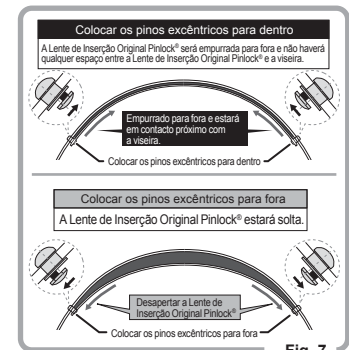

Fig. 7
2. Ajustar os pinos excêntricos, apertando com uma ferramenta. (Fig. 7)